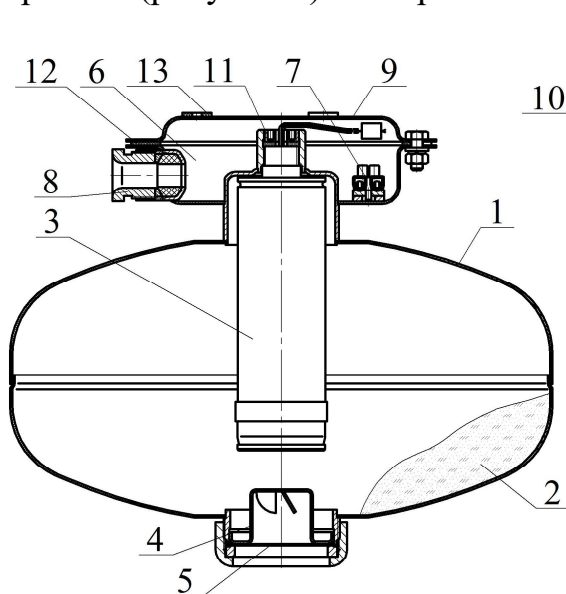
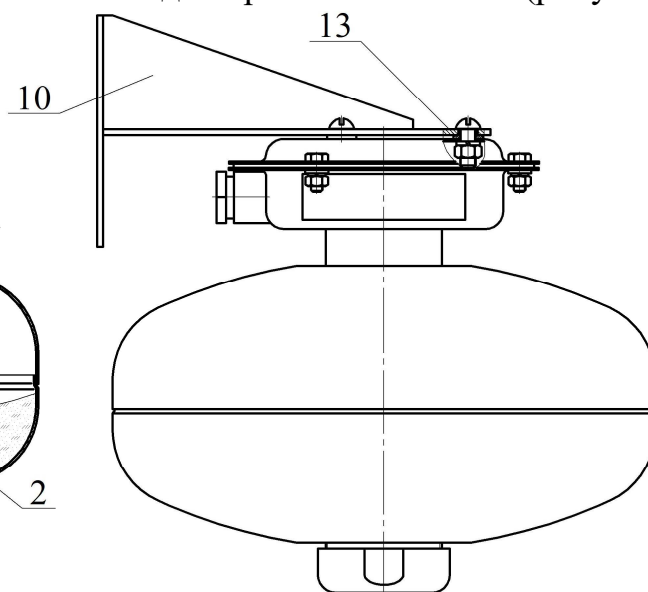

Рисунок 1
Рисунок 2
В верхней части МПП снабжен кронштейном **9** для крепления к потолочному перекрытию (рисунок 1) или кронштейном **10** для крепления к стене (рисунок 2).
2.1.3 Закрепить кронштейн **9** (см. рисунок 1) на потолке или кронштейн **10** (см. рисунок 2) на стене. Крепление кронштейна **9** к потолку производить через резиновые кольца **13**. Координаты отверстий в кронштейне, предназначенном для крепления МПП на потолке, приведены на рисунке 4а), на стене – на рисунке 4б).
2.1.4 Через резиновую прокладку **12** (см. рисунок 1) состыковать МПП с кронштейном и закрепить соединение гайками. Соединение МПП с настенным кронштейном **10** производить через резиновые кольца **13** (см. рисунок 2).